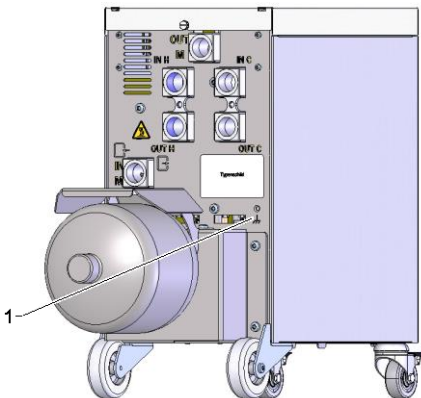

Abb. 17: Funktionserde
Grosse EMV-Störquellen in der Nähe der Umschalteneinheit können dessen Funktion beeinflussen. In diesem Fall muss das Gehäuse der Umschalteneinheit mit einem Masseband geerdet werden (Anschlusspunkt für Funktionserde siehe (1) Abb. 17).